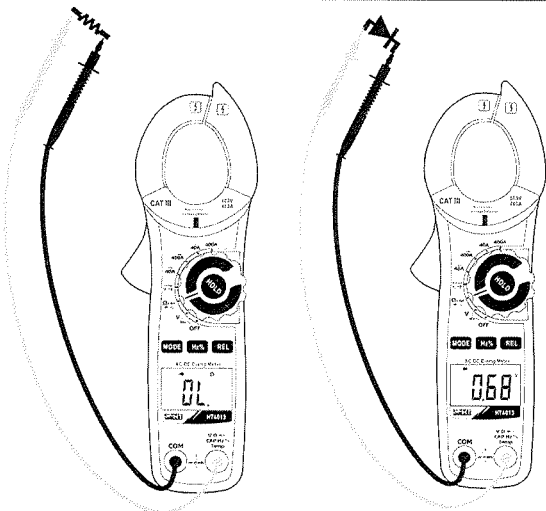

Fig. 7: Uso de la pinza para la prueba de Continuidad y Prueba de Diodos
3. Inserte el cable rojo en el terminal de entrada $V\Omega \rightarrow$ \rightarrow CAPHz%Temp y el cable negro en el terminal de entrada **COM** y efectúe la prueba de continuidad sobre el objeto en prueba (vea Fig. 7 – parte izquierda). El indicador acústico emite una señal acústica cuando el valor de la resistencia medida es inferior a aproximadamente 30Ω
5. Conecte la punta roja al ánodo del diodo y la punta negra al cátodo en caso de medida de polarización directa (vea Fig. 7 – parte derecha). Invierta la posición de las puntas de prueba en caso de medida de polarización inversa